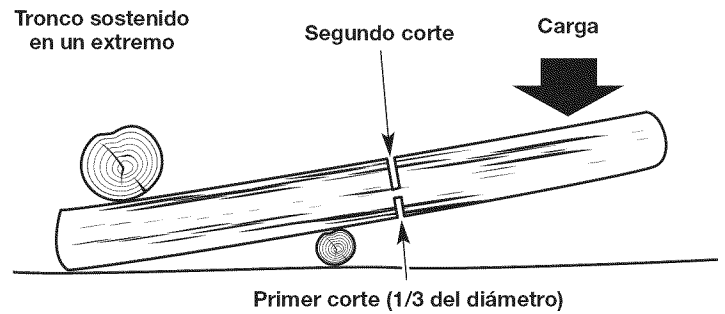

Fig. 17
- Si el tronco está sostenido en un extremo (Fig. 17), haga el primer corte desde el lado de abajo (tronzo desde abajo). Consulte *Tronzado desde abajo*.